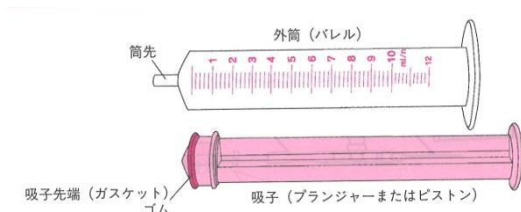

図4 シリンジ各部位
- ・ 薬液が接触するバイアルのゴム栓、注射針、注射筒部品（プランジャー）、注射接合部（ハブ）に手指が触れてはならない。（図4、5）